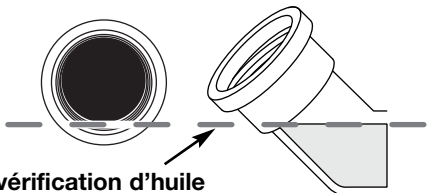
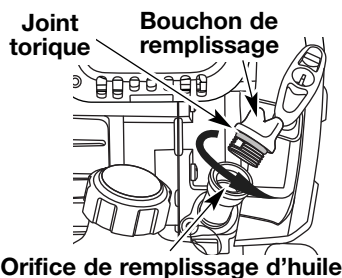

Fig. 12
Fig. 10
2. Retirer le bouchon de remplissage d'huile du carter-moteur (Fig. 10).
3. Regarder dans le trou de remplissage d'huile (Fig. 10). Si l'huile arrive jusqu'au premier trait, cela signifie que le réservoir d'huile est plein (Fig. 12). Sinon, rajouter de l'huile jusqu'à ce que celle-ci arrive au premier trait.